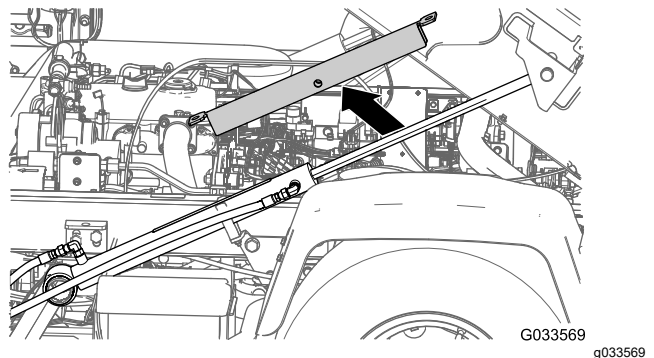
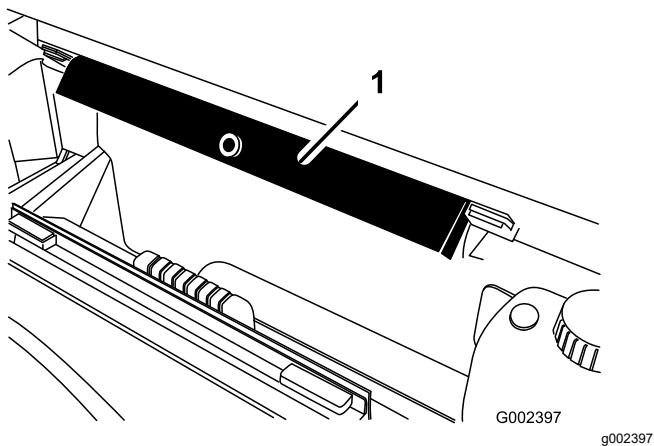

図 34
図 35
2. 昇降シリンダから荷台サポートを外し、サポートをROPSパネルの裏側にある収納ブラケットに収納する 図 34 と 図 35。